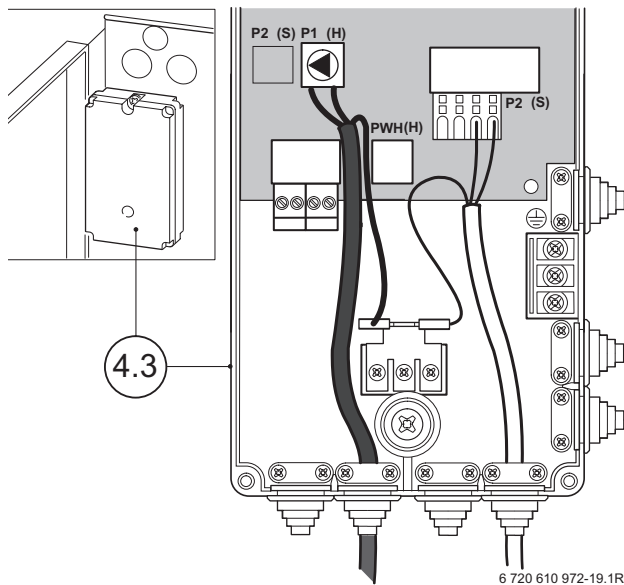

Fig. 22
- Infilare il cablaggio lungo (UPS 15-60 e UPE 15-60) del circolatore nel passacavo, fig. 22.
- Effettuare il collegamento di «massa a terra» come da fig. 22.